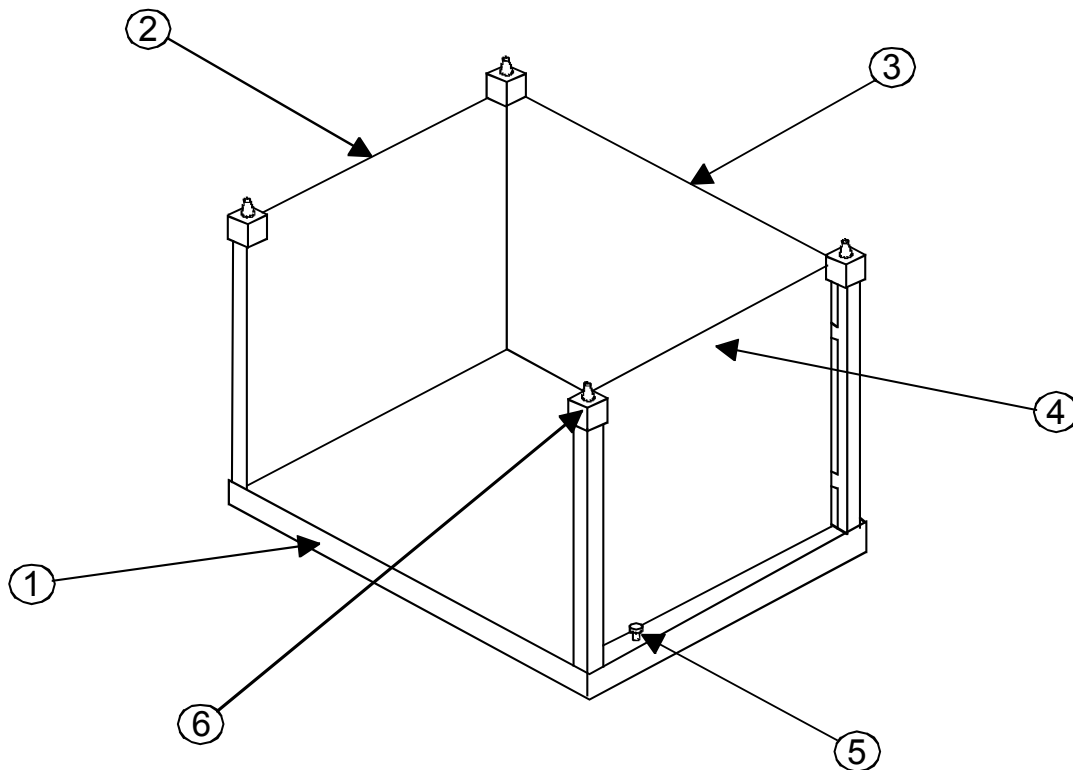
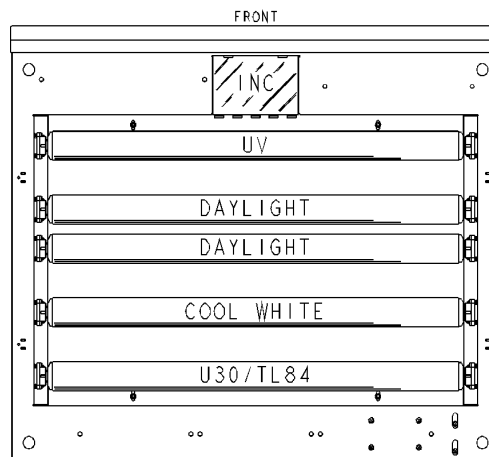

Abbildung 1 - Montageanleitung Abmusterungskabine
Abbildung 2 - Lampenaustausch
1. Nehmen Sie die Einzelteile aus der Packung und identifizieren Sie sie anhand von Abbildung 1. Merken Sie sich die Reihenfolge, in der die Teile entnommen werden. Zum Verpacken des Geräts müssen alle Teile in umgekehrter Reihenfolge wieder hineingelegt werden.
6. Setzen Sie die Verschlusskappen in die Aussparungen an den vier (4) Ecken oben an den Seitenwänden der Kabine. Drücken Sie die Verschlusskappen herunter, bis sie fest sitzen.
7. Setzen Sie die Leuchtstofflampen in die Gehäusebaugruppe ein (siehe Abbildung 2).
2. Die Austauschkonfiguration können Sie Abbildung 2 entnehmen. Wechseln Sie *alle* Lampen aus.